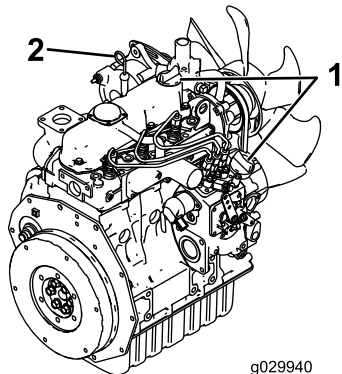

Figura 43
- Limpe a área em redor da tampa do tubo de enchimento de óleo/vareta (Figura 43).